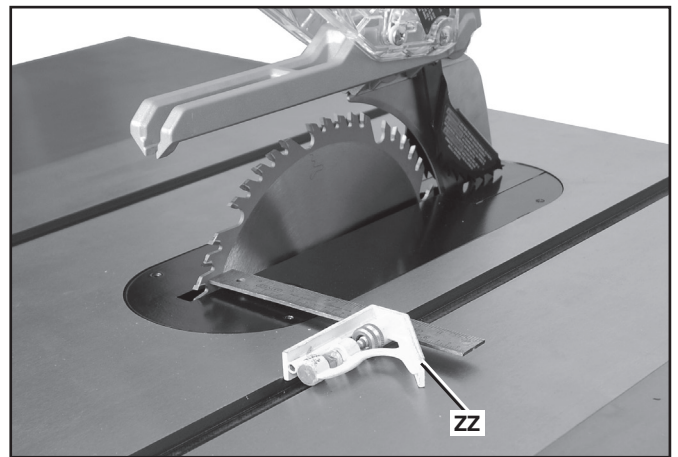

FIG. 46
1. Placer une équerre combinée (ZZ) fig. 46 sur la table avec un bord de l'équerre dans la rainure pour guide d'onglet. Régler l'équerre de sorte que le bord de la règle touche la face de la lame de scie, en position de marche avant. Bloquer l'équerre.